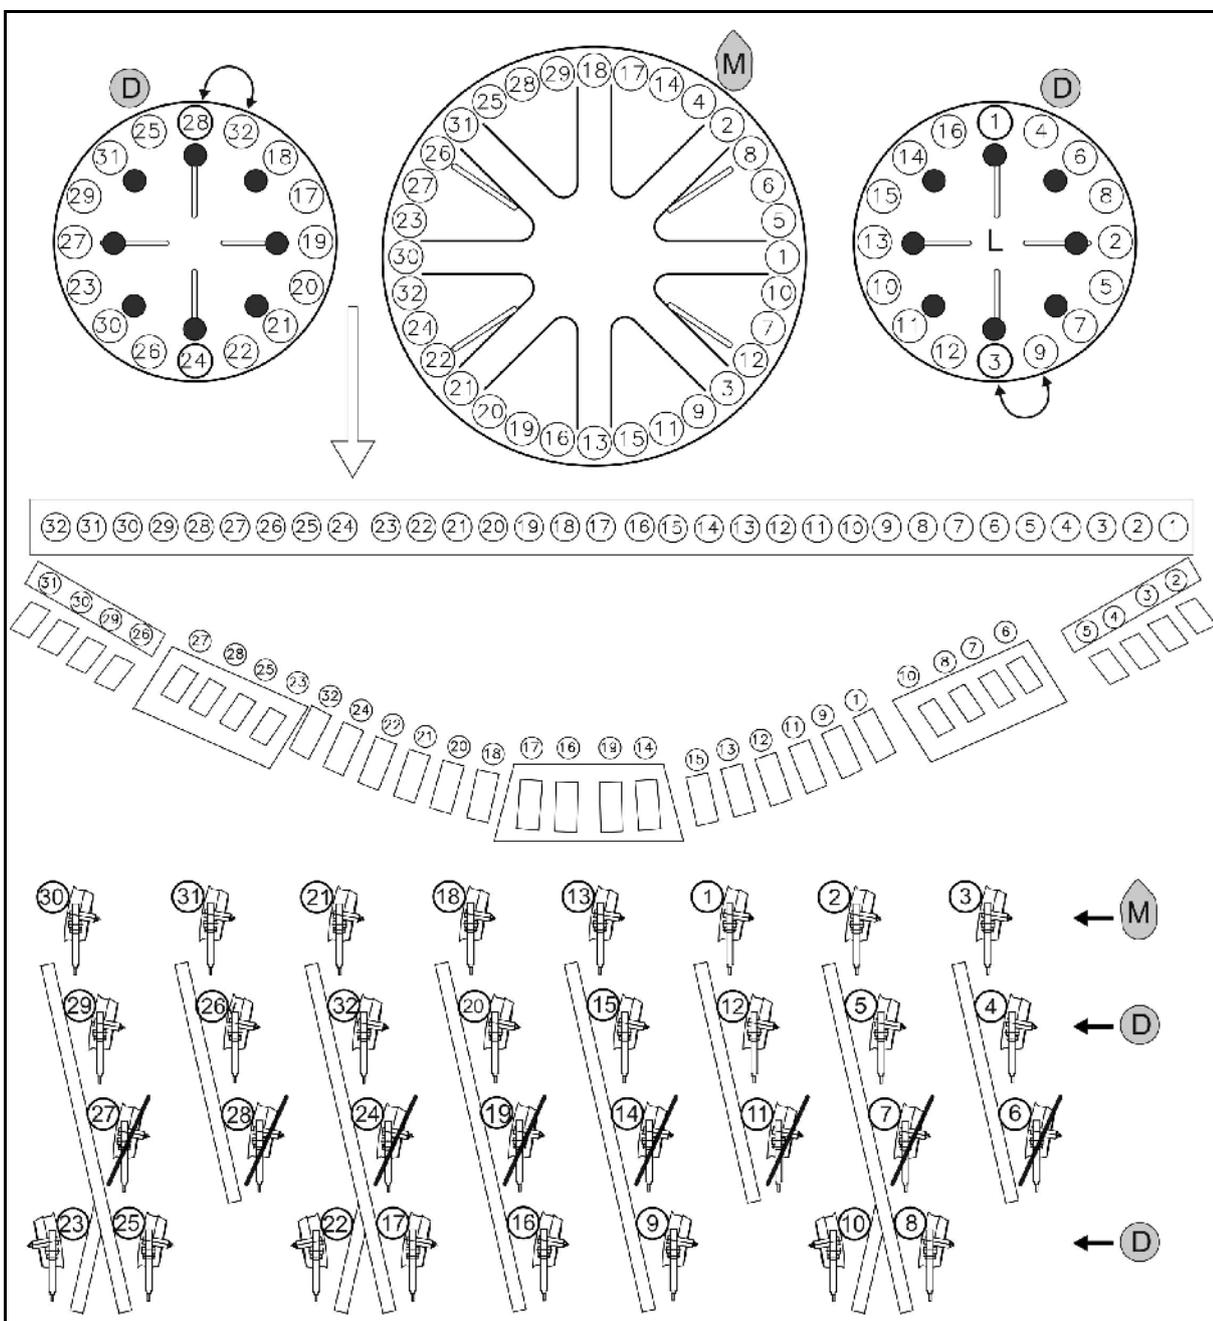

Fig. 51
- Maíz M: Montar las chapas de cierre correctamente Fig. 51.
- Abono D: Montar los tapones de cierre correctamente Fig. 51.